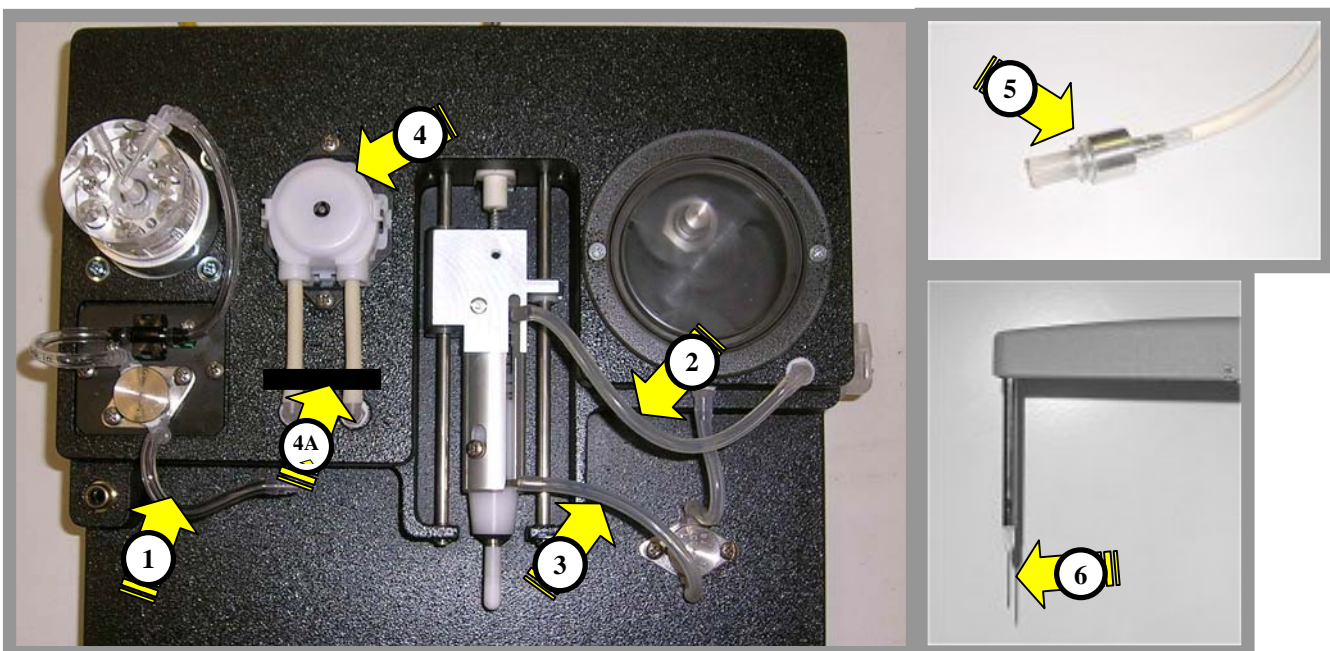

Fig. 2
- Cartuccia pompa peristaltica (rif. 4 fig 2): si estragga verso l'esterno il corpo in plastica della pompa da sostituire, afferrandolo tramite le due linguette laterali e stringendole per estrarlo. Si sfilino i tubi dai relativi attacchi. Si inserisca la nuova cartuccia centrando l'asse del motore. L'innesto é confermato da un click che assicura la presa sul pannello. Inserire i tubi sugli attacchi.
- Tubi valvole "no-pinch" (rif. 1 fig 2): estrarre i tubi dagli attacchi della valvola. Connettere i tubi nuovi facendo attenzione nell'inserimento agli attacchi posti sulla valvola.
- Tubo aspirazione lavatore (rif. 2 fig 2): sfilarlo dagli attacchi e sostituirlo ripristinando le connessioni.
- Tubo H₂O lavatore (rif. 3 fig 2): rimuovere il tubo e sostituirlo con quello nuovo. É possibile una piccola perdita di acqua bidistillata residua dal serbatoio. Asciugare subito dopo aver terminato l'operazione di sostituzione.
- Filtro tubolare tanica acqua (263 µ) (rif. 8 fig 2): la manutenzione prevede la sostituzione periodica annuale (o in caso di completa ostruzione del filtro)
- Bracci di campionamento: la manutenzione dei bracci di campionamento prevede la sostituzione periodica annuale (o in caso di non corretto funzionamento del dispositivo) degli aghi di campionamento (rif. 9 fig 2). Per la sostituzione degli aghi, allentare il dispositivo ferma ago, sfilare l'assieme dal supporto ago e pulire o sostituire l'ago. Ripristinare il dispositivo inserendo l'ago nel suo supporto ed avvitando entrambi sul braccio.